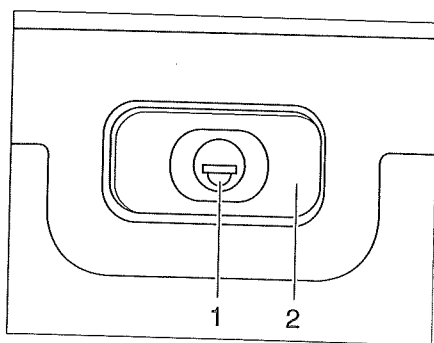

Bild 28 Lucklås, fyrkantigt, låst
- Stick in nyckeln i låscylindern (Bild 28,1) och vrid ett kvarts varv. Låshandtaget (Bild 28,2) hakar loss.